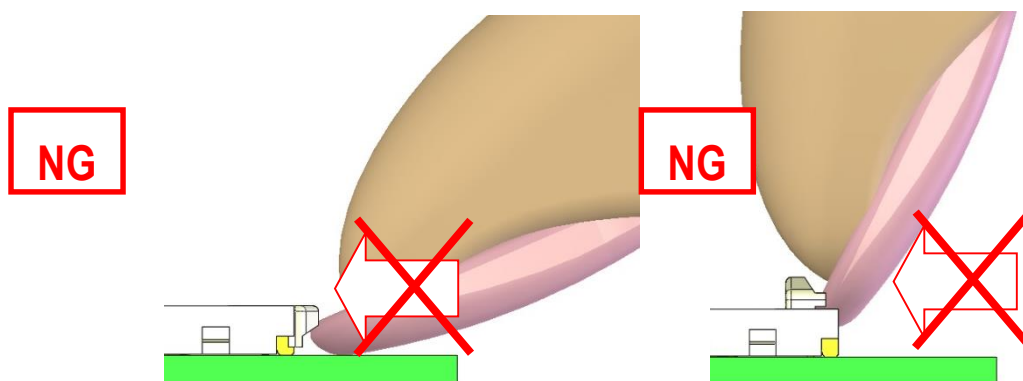

図 13 アクチュエータの解除方法 (NG) / Fig.13 To release actuator (NG)
- ② PLUG の両端を図 13 の様に基板と平行に引っ張り、抜去を行う。
Pull the both ends of the pull bar which put up perpendicularly parallel to a board as shown in Fig.13.